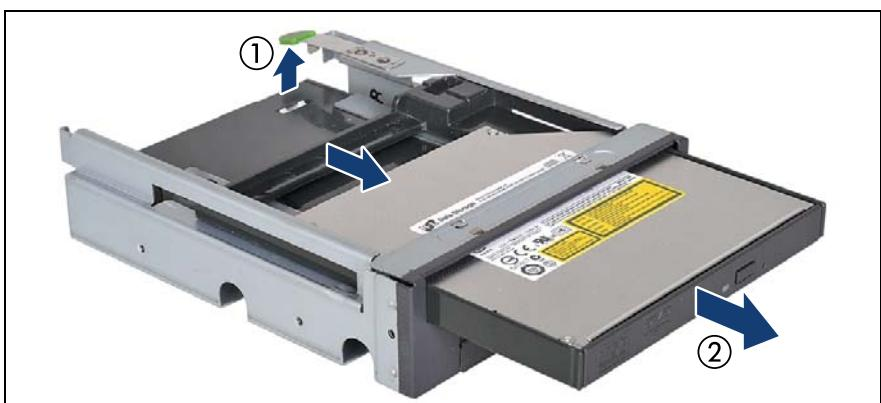

図 229: 薄型ODDのマルチベイボックスからの取り外し
- ▶ 317 ページ の図 229 に記載されているように、ロックレバーを押し上げて、薄型 ODD ダミーモジュールを外します。